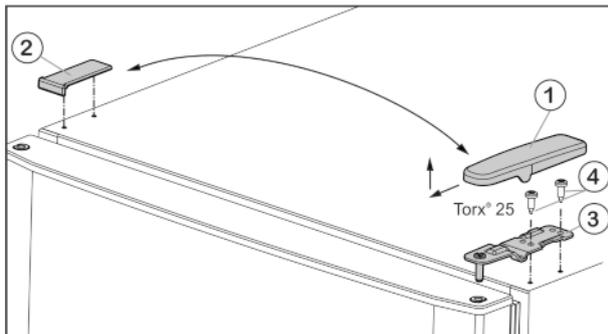
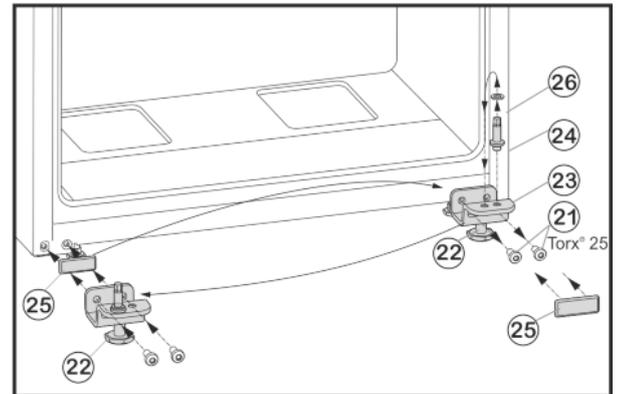

Fig. 4
Fig. 6
- ▶ Enlever le cache Fig. 4 (1) vers l'avant et vers le haut.
- ▶ Retirer le cache Fig. 4 (2).
- ▶ Dévisser le support d'appui supérieur Fig. 4 (3) (2 Torx® 25) Fig. 4 (4) et retirer vers le haut.
- ▶ Desserrer les vis de fixation Fig. 6 (21).
- ▶ Retirer l'ensemble du support de palier inférieur Fig. 6 (23) avec le boulon de palier Fig. 6 (24), la rondelle Fig. 6 (26) et le pied de réglage Fig. 6 (22).
- ▶ Dévisser l'ensemble du boulon de palier Fig. 6 (24) avec la rondelle Fig. 6 (26), déplacer le tout dans le trou de préhension du côté opposé du support de palier et revisser fermement.
- ▶ Retirer avec précaution la plaque de recouvrement Fig. 6 (25) et la déplacer du côté opposé.
- ▶ Revisser l'ensemble du support de palier inférieur Fig. 6 (23) avec le boulon de palier Fig. 6 (24), la rondelle Fig. 6 (26) et le pied de réglage Fig. 6 (22) du côté de la nouvelle charnière, au besoin à l'aide d'une visseuse sans fil (**en appliquant un couple de 4 Nm**).
- ▶ Placer la porte inférieure depuis le haut sur le boulon Fig. 6 (24).
- ▶ Remettre en place le support de palier du milieu (13) à 180° dans la porte inférieure et la visser solidement à l'aide des vis de fixation (11)(2 fois Torx® 25) sur le nouveau côté de la charnière (avec 4 Nm).
- ▶ Remettre en place la rondelle de plastique (10).
- ▶ Mettre en place la porte supérieure sur le support de palier (13).
- ▶ Placer le support d'appui supérieur Fig. 4 (3) sur le nouveau côté charnière de porte.
- ▶ Revisser le support de palier(en appliquant un couple de 4 Nm)(2 Torx® 25) Fig. 4 (4). Utiliser au besoin une visseuse sans fil.
- ▶ Remettre en place l'habillage Fig. 4 (1) du côté opposé depuis l'extérieur et l'enclencher.
- ▶ Remettre en place l'habillage Fig. 4 (2) du côté opposé depuis le dessus et l'enclencher.
- ▶ Dévisser le pied de réglage Fig. 6 (22) au niveau du support de palier inférieur Fig. 6 (23) jusqu'à ce qu'il repose au sol.